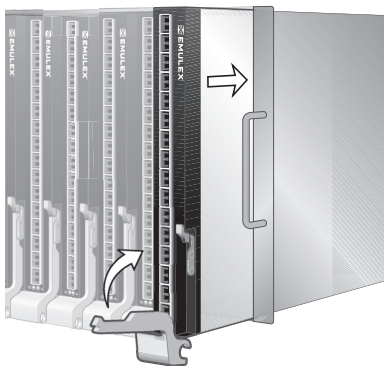

图 2. 安装 Pass-Through 模块
5. 向上旋转锁臂，直到其抵住前面板，并且锁臂顶端嵌入锁中，如图 2，安装 Pass-Through 模块所示。